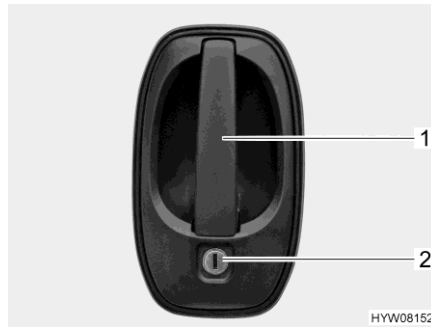

Bild 35 Dörrlås (förardörr/ingångsdörr på utsidan)
- Stick in nyckeln i låscylindern (Bild 35,2) och vrid den ända tills dörrlåset har låsts upp.
- Drag i dörrhandtaget (Bild 35,1). Dörren är öppen.
- Stick in nyckeln i låscylindern (Bild 35,2) och vrid den ända tills dörrlåset har låsts.